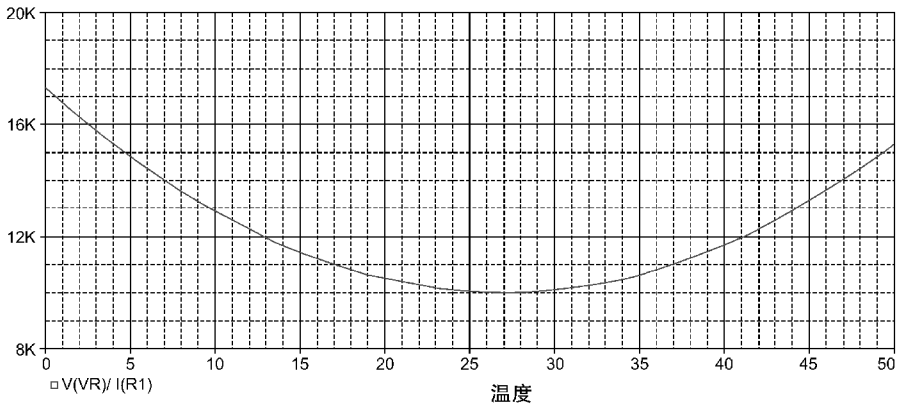

图 15.10 温度变化时，二次温度系数  $TC2$  对电阻值的影响
7. 在 Probe 屏幕图形显示窗口中选择菜单 **Window > Display Control > Last Session > Restore**，将会得到如图 15.10 所示的二次曲线波形。